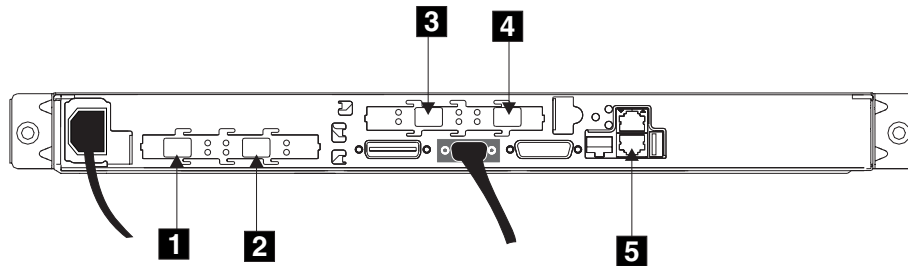

図 30. SAN ボリューム・コントローラーの後部にあるコネクタ
1. イーサネット・ケーブルをイーサネット・ポート 1 **5** に接続する。図 30 を参照。
2. お客様の要求する構成に従って、ファイバー・チャネル・ケーブルをファイバー・チャネル・ポート **1**、**2**、**3** および **4** に接続する。図 30 を参照してください。これらの番号は、お客様のケーブル接続表に示されている番号に対応しています。